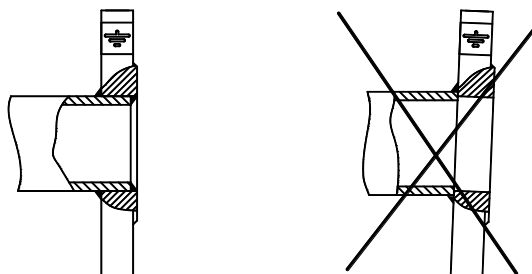

Рисунок 8.6
**ВНИМАНИЕ!!!** На датчики расхода, монтаж которых выполнен с нарушением требований ГОСТ 12820-80 (соединение труба-фланец), гарантийные обязательства не распространяются (см. рисунок 8.6).